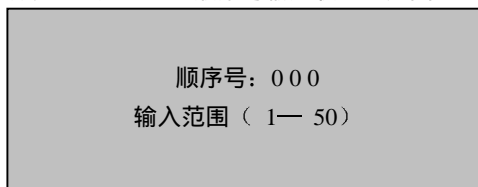

图 3-31
- 2) 按“小计”确认，进入 DEPT 顺序号输入状态，如图 3-31 所示；